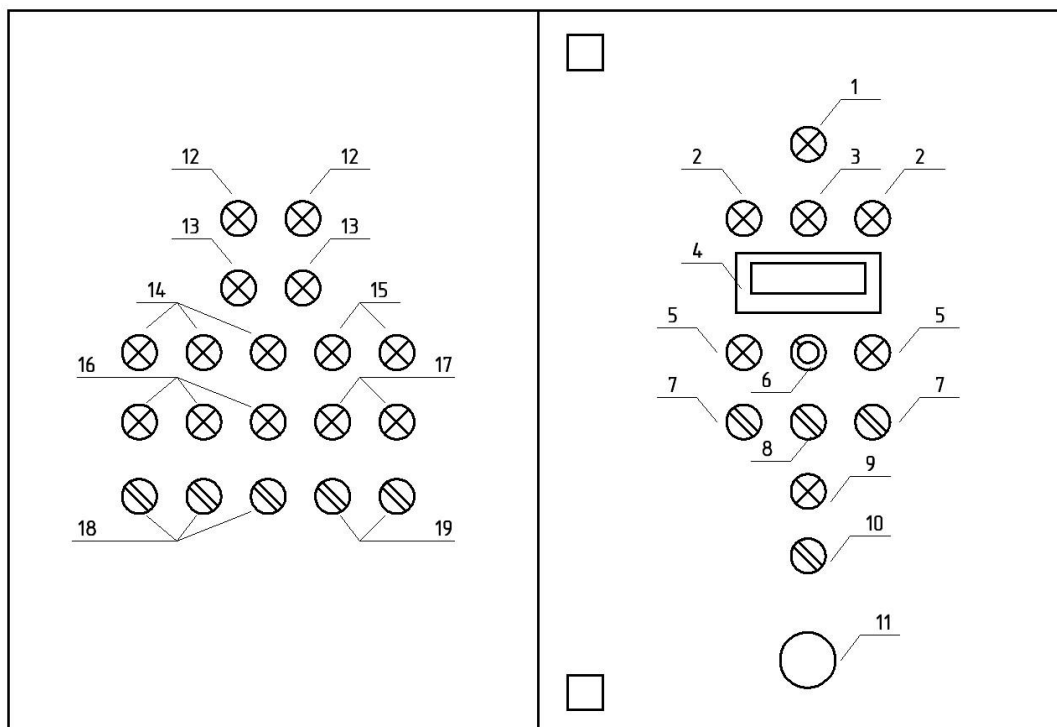

Рис.2 Органы управления и индикации
- Установить переключатели насосов «Выкл/Вкл» (рис.2 поз.7) в положение «Выкл».
Насос 1 и Насос 2 работают от частотных преобразователей, и поддерживают заданную величину давления посредством изменения подаваемой частоты напряжения, приложенного к двигателю насоса. Величина давления может устанавливаться регулятором давления (рис.2 поз.6) в диапазоне от 0 до 16 bar (диапазон зависит от используемого датчика давления). Во время включения насосной станции, когда давление перекачиваемой жидкости в напорном коллекторе ниже заданного значения, программируемый контроллер выдаст команду на включение насоса1. Если частота, подаваемая, на двигатель достигла 50Гц, а давление жидкости ниже заданного значения происходит дополнительно включение следующего насоса. при уменьшении расхода жидкости, когда рабочая величина давления на уровне заданного значения, а частота, подаваемая, на электродвигатель минимальная, произойдет отключение насоса с наибольшей наработкой.
В случае аварийной остановки частотного преобразователя или отключения автоматического выключателя питания частотного преобразователя загорается сигнальная лампа «Авария насоса» (рис.2.поз.2). Снять блокировку частотного преобразователя после аварии возможно переключателем «Режим Руч/Выкл/Авто» (перевести в положение «Выкл»), или нажать кнопку «STOP/RESET» на панели частотного преобразователя, или при помощи полного отключения напряжения от частотного преобразователя на 30-40сек. автоматическим выключателем.
- Включить автоматические выключатели питания насосов и ШУ НС, загорится лампа «Сеть» (рис.2 поз.1).
- Установить переключатели подпиточных насосов в положение «Вкл» (рис.2 поз.19).
- Установить переключатели насосов в положение «Вкл» (рис.2 поз.7)
- Переключатель «Режим Руч/Выкл/Авто» (рис.2 поз.8) установить в положение «Авто».
В процессе эксплуатации насосной станции, при исчезновении перекачиваемой жидкости сработает защита от работы без воды, при этом работающие насосы отключатся. Индикатор «Сухой ход» (рис.2 поз.3) мигает после срабатывания реле протока, а после срабатывания поплавкового выключателя светится постоянно, сигнализируя об аварийном режиме. Время срабатывания защиты по «сухому ходу» от реле протока составляет 10 секунд.
Вентиляция насосной станции производится с помощью осевых вентиляторов, включение и выключение которых производится вручную переключателями «Вентилятор 1, 2, 3» (рис.2 поз.18).